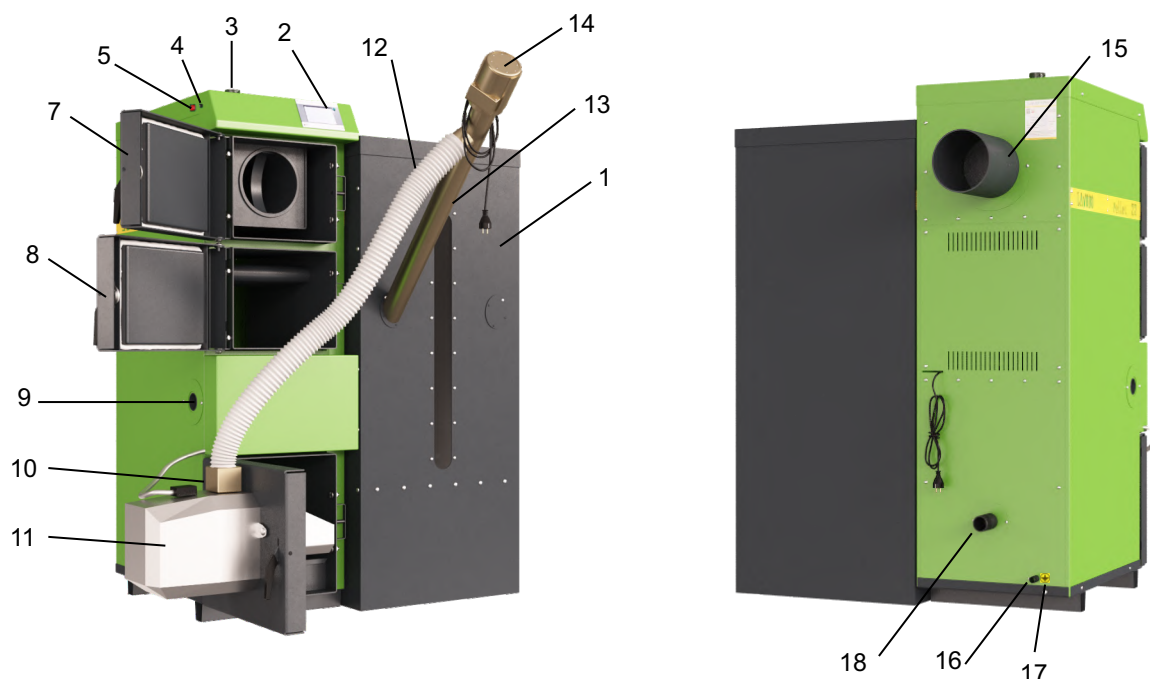

Рисунок 1. Состав и устройство Котлов моделей LF 95
10. Котел (рис.1) представляет собой стальной сварной теплоизолированный каркас, обшитый снаружи съемной декоративной облицовкой, и устанавливаемый на собственных опорах. Внутреннее пространство имеет сложную конфигурацию, включает в своем составе трубчатый теплообменник, предназначенный для циркулирования теплоносителя, листовые детали, образующие вместе со стенками каркаса камеру сжигания, воздухоподводящие каналы, систему дымоудаления из Котла (15). Внутри каркаса в нижней части расположены устройства: колосниковая решетка для размещения топлива (при работе на резервном топливе) и зольный ящик для сбора и удаления золы. Снаружи Котел имеет дверцы и окошки для обслуживания Котла (7,8), патрубки для подсоединения к трубопроводам водяного контура системы отопления (3, 18), патрубок для опорожнения теплообменника (16). В нижней части котла в нижнюю дверцу вмонтирована Горелка (11) выбранной мощности, которая соединяется через механический пожарный клапан (10) гибким гофрированным шлангом (12) с бункером для пеллет (1), откуда внешним питателем (13) пеллеты подаются в Горелку. Автоматика входящая в комплект, включается кнопкой (5), расположенной на правой боковой части Котла, рядом с ней располагается предохранитель (4).